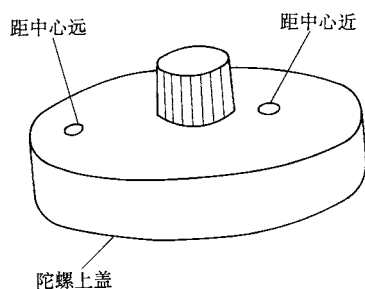

图 2-14
(14) 在陀螺外壳上盖上方如图 2-14 所示位置，钻两个小圆孔，其直径应与选用的发光二极管的直径相同。两个小孔至上盖中心的距离不应相等，以便旋转起来以后形成两个不相重合（直径不同）的发光圆环，增加其观赏性。
(15) 将发光二极管 VD1、VD2 分别插入陀螺外壳上盖的小圆孔中，为防止其脱落，